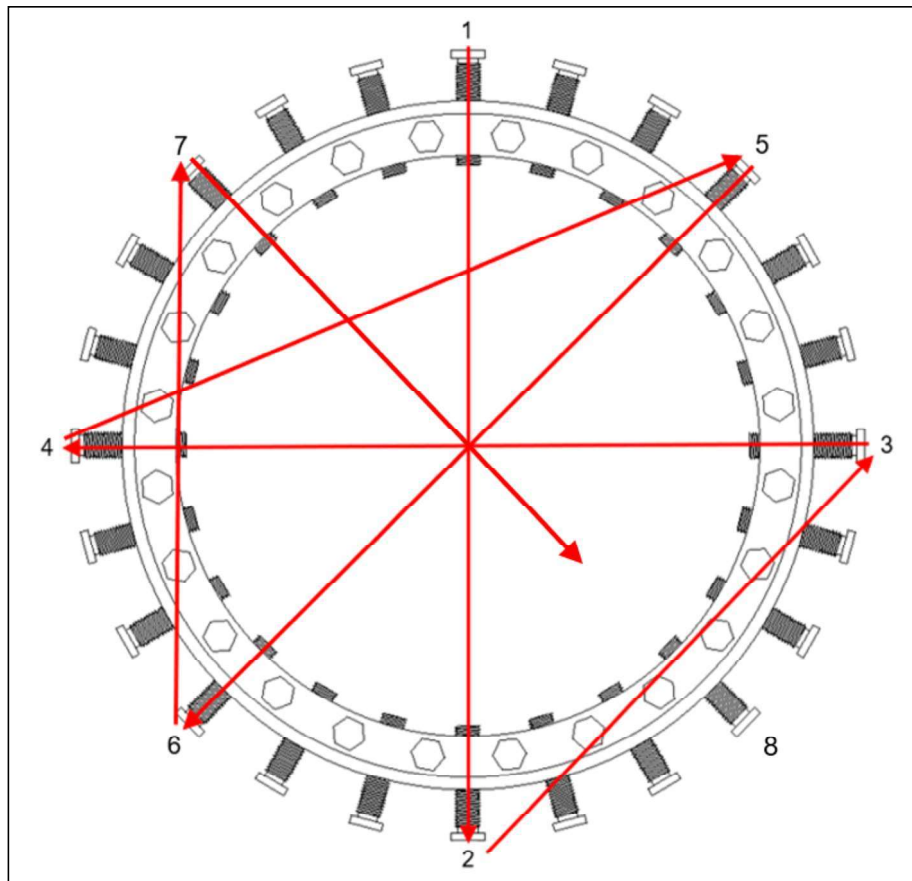
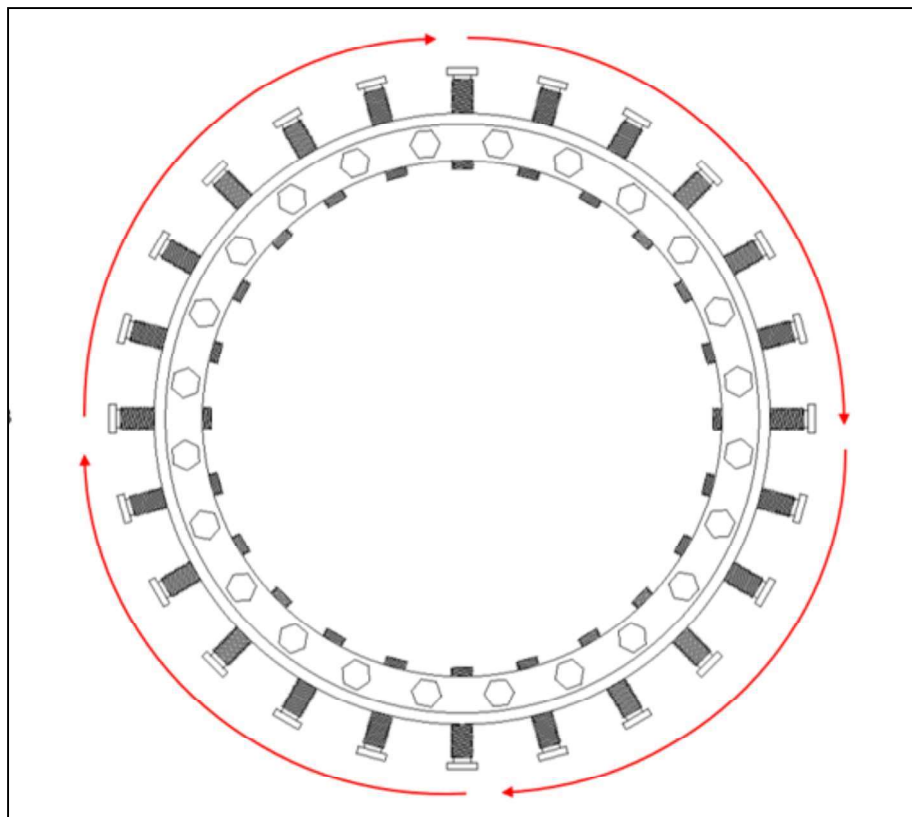

Figura 5
Figura 6
10. Apriete primero la fila de tornillos de sujeción más cercana a los sellos. Los tornillos de sujeción deben apretarse de manera uniforme, manteniendo un espacio igual entre el tubo y el accesorio a la vez que se utilizan los valores de par de apriete recomendados. Apriete los tornillos de sujeción uno a la vez en una secuencia repetida de estrella entrecruzada que coincida con la Figura 5. La primera vez de la secuencia, apriete al 25% del par de apriete. En la segunda vuelta, apriete al 50% del par de apriete. En la tercera vuelta, apriete al 100% del par de apriete. A continuación, siga una secuencia de apriete circular que coincida con la Figura 6, con un par de apriete del 100%, hasta que los tornillos de sujeción no puedan seguir girando. Repita el procedimiento para la segunda fila de tornillos de sujeción.